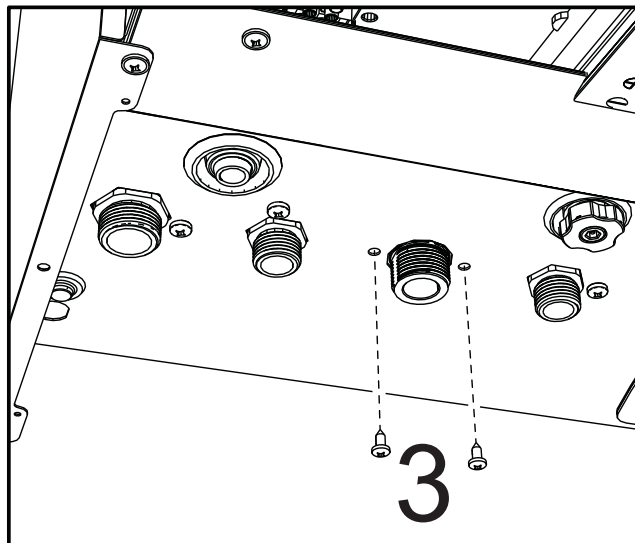

Abb. 43
- Die Schrauben "3" lösen (abb. 43)